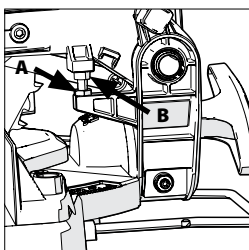

Fig. 12A + 12B
- Desserrez le contre-écrou sur la vis de butée du dispositif descendant de la tête de coupe avec une clé de 10 mm (non fourni). (**Fig. 12A**)